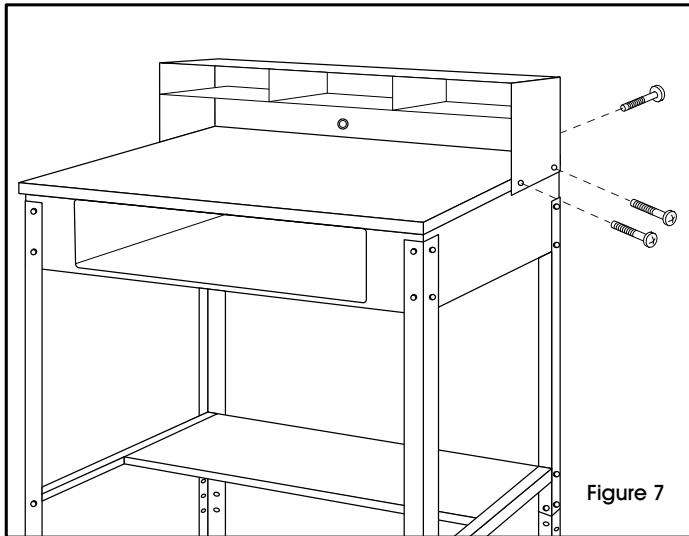

Figure 7
2. Place top shelf on desk top and assemble with 6 large bolts and 6 large nuts. (See Figure 7)
Déposez la tablette supérieure sur le dessus de pupitre, et fixez-la en utilisant 6 grands boulons et 6 grands écrous. (Voir la figure 7)